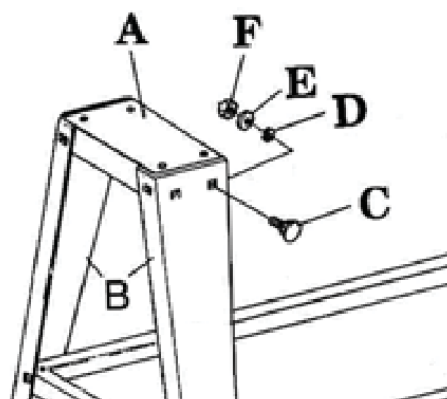

Рис. 2
- Прикріпіть верхню підставку (A) до підпори (B) використовуючи 3 болти M8x16 (C), три плоских шайби (D), три шайби (E) та три шестигранних гайки (F).
- Верхня підставка повинна розташовуватися усередині підпори (Рис. 2).